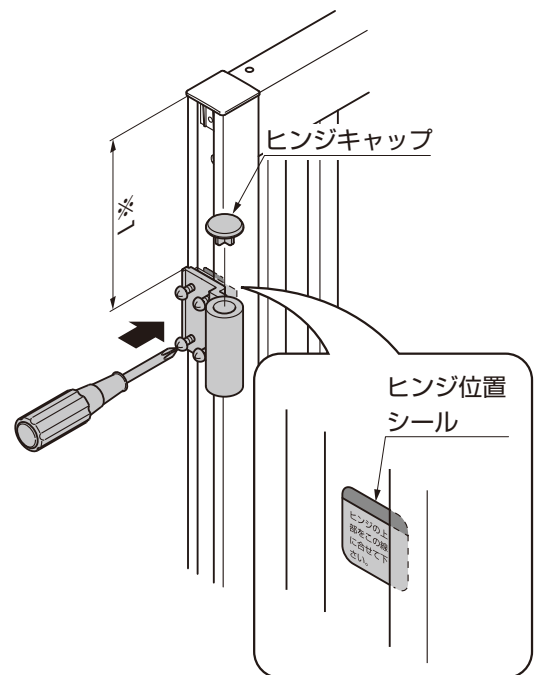
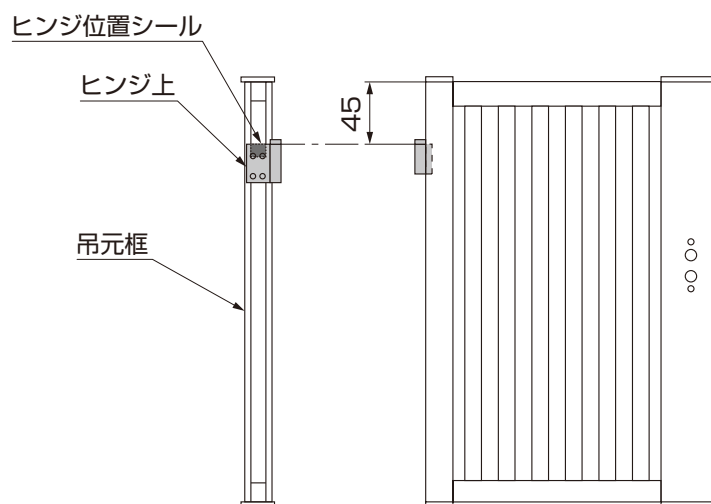

図2-5
図2-6 ヒンジ上の取付け位置
- ②ヒンジ上の上端をヒンジ位置シールの上端に合わせ、「ヒンジ固定ネジ」を締付けてください。(図2-5、図2-6参照)
- ③ヒンジキャップをヒンジ上に取付けてください。(図2-5参照)